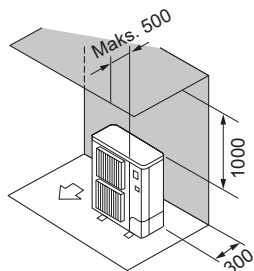

Fig. 2-7
- ② Kun forhindringer bagved og ovenover (Fig. 2-7)